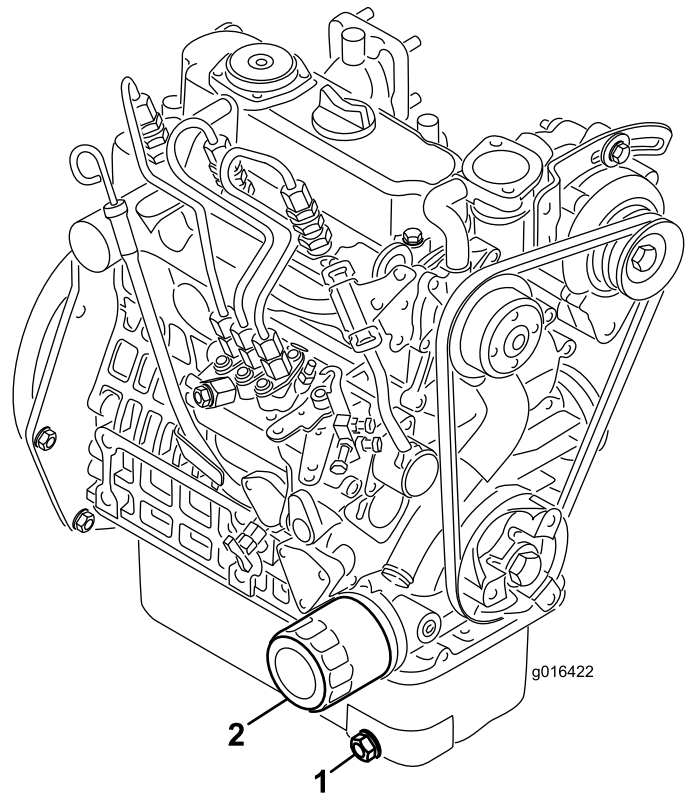

Bild 39
1. Entfernen Sie die Ablassschraube (Bild 39) und lassen Sie das Öl in die Auffangwanne ab. Schrauben Sie die Ablassschraube wieder ein, nachdem das Öl abgelassen ist.